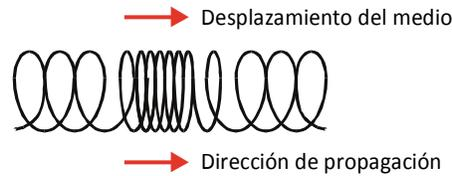

Figura 1.1. Onda longitudinal
- a) Si la vibración es paralela a la dirección de propagación de la onda, ésta se denomina longitudinal (figura 1.1). Una onda longitudinal siempre es mecánica. Las ondas sonoras son un ejemplo típico de esta forma de movimiento ondulatorio.